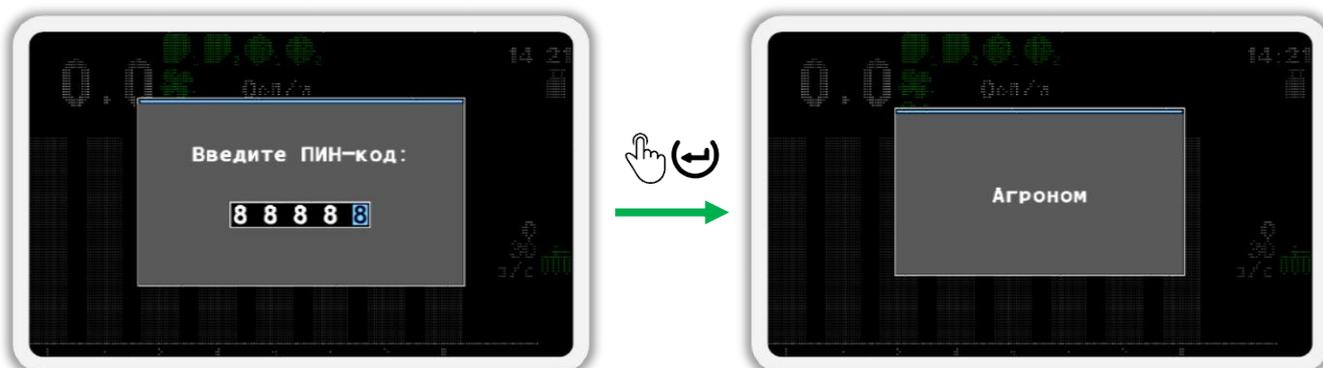

Рисунок 28
- После того, как вы введете ПИН-код, нажмите кнопку (↶) «Меню». Если код введен правильно, то вы увидите сообщение с надписью «Агроном» (см. Рисунок 28). После этого вы будете автоматически возвращены в меню «Настройки».